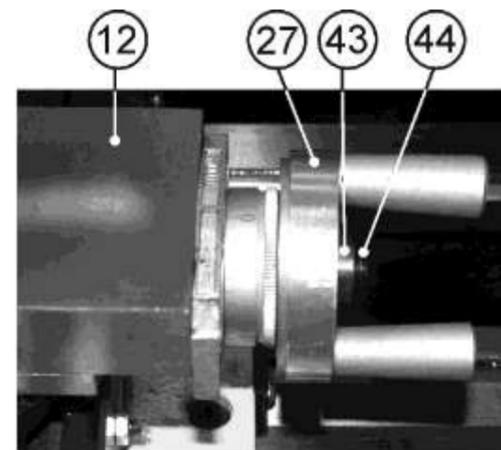

Рис. 7
9.4. Регулировка перемещения ходовых винтов суппортов (Рис. 7, 8)
9.4.1. Для регулировки перемещения ходового винта поворотного суппорта (12) ослабьте фиксацию гайки (43) поворотом винта (44) против часовой стрелки. Вращая гайку (43) по часовой стрелке, выберите люфт. Вращение маховика подачи поворотного суппорта (27) должно быть свободным и плавным. Поворотом против часовой стрелки винта (44) зафиксируйте положение гайки (43), Рис.7.